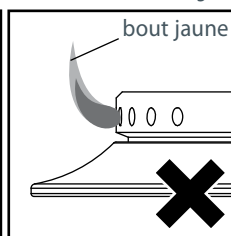

Fig. 4
- Dévisser la vis de retenue venturi. Déplacer le venturi vers l'injecteur jusqu'à ce que l'extrémité de la flamme commence à jaunir (voir la Fig. 4).